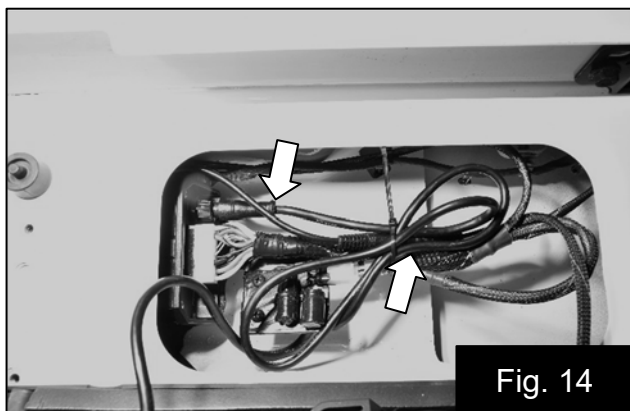

Fig. 14
17. Conecte el controlador al amplificador y fije girando el anillo de bloqueo a la derecha hasta que quede apretado. Asegure con amarras Fig. 14
18. Enchufe el conector de 1/8 de pulgada al amplificador. Asegure con amarras Fig. 14